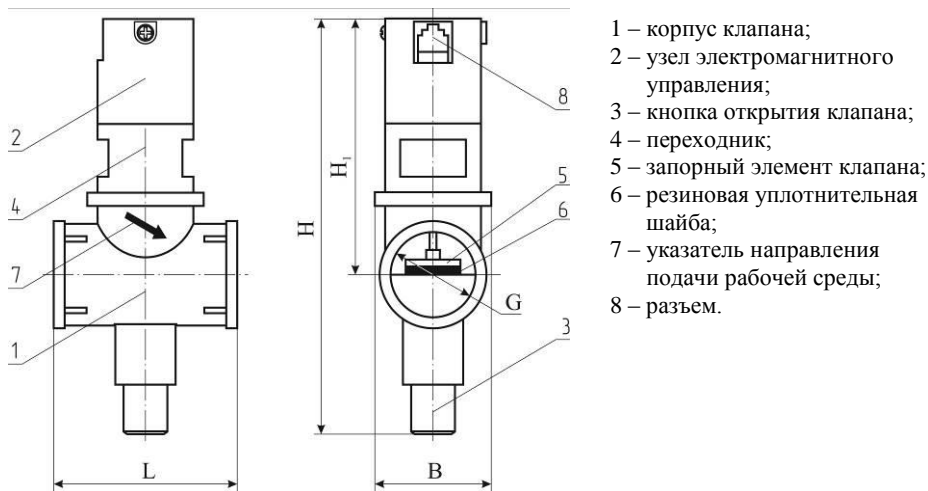

Рисунок 3 – Внешний вид клапана КЗЭУГ.
- открыть клапан кнопкой 3 (см. рисунок 3);
В процессе эксплуатации для открытия клапана необходимо кратковременно нажать до упора кнопку 3 (см. рисунок 3). В момент нажатия возможна небольшая протечка газа, которая прекращается после отпускания кнопки.